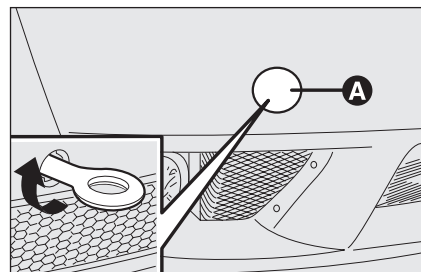

fig. 56
- ☐ enlever le bouchon **A-fig. 56** inséré à pression sur le pare-choc avant. Pour cette opération, si l'on utilise le tournevis en dotation avec une lame plate, il faut protéger la pointe de la lame par un chiffon souple, pour éviter l'endommagement éventuel de la voiture.